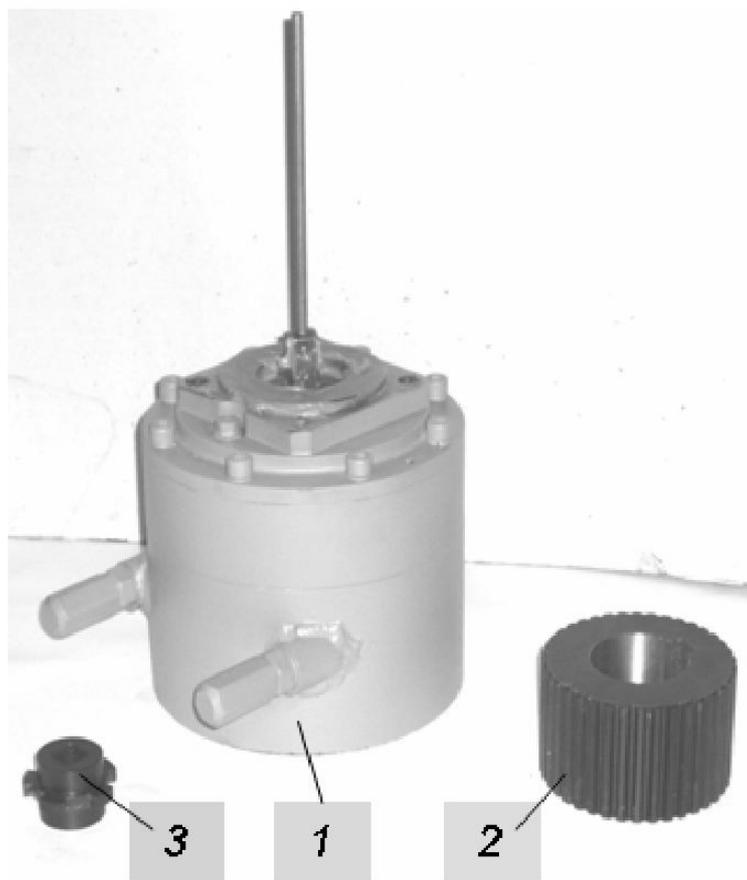

Рисунок 4 - Состав изделия
1.7 В состав изделия (рисунок 4) входит собственно редуктор 1, адаптерная втулка 2 и переходник 3. Адаптерная втулка выбирается заказчиком из таблицы 4 или поставляется в виде полуфабриката без точного посадочного отверстия (в расчете на доработку собственными силами под вал арматуры). Переходник служит для передачи вращения от кулачкового вала привода к редуктору и входит в комплект редуктора, если он поставляется совместно с электроприводом.